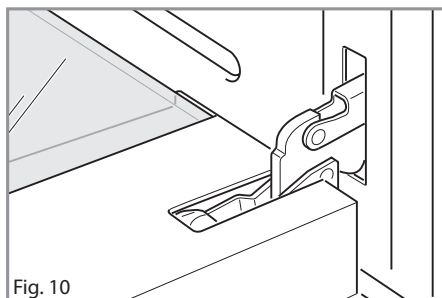

Fig. 10
- Fully open the oven door (fig. 10).